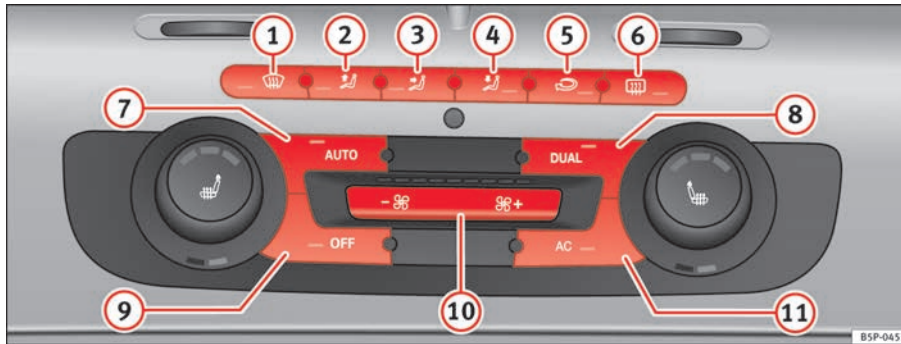

Abb. 129 In der Instrumententafel: Bedienelemente 2C-Climatronic
⇒ Abb. 129 9 bzw. 14.
- Drücken Sie die Taste  ⇒ Seite 165, Abb. 129. Am Display des Radios wird „AUTO High“ angezeigt (hohe Gebläsestufe).
- Drücken Sie erneut die Taste  ⇒ Seite 165, Abb. 129. Am Display des Radios wird „AUTO Low“ angezeigt (niedrige Gebläsestufe).